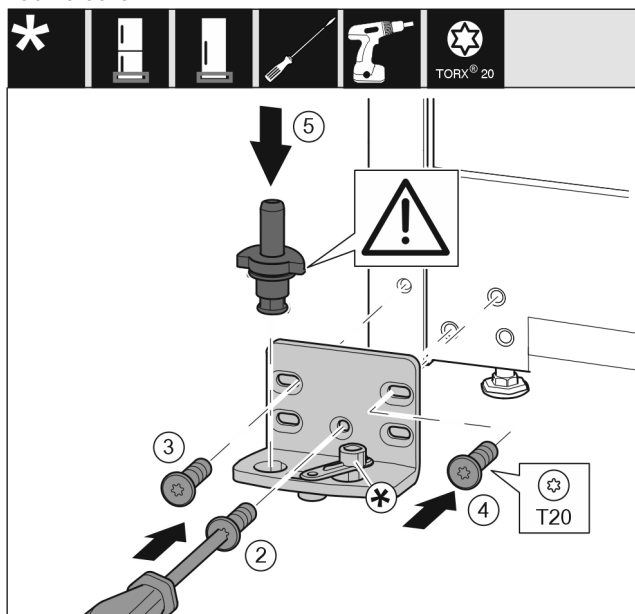

Fig. 17
- Placer le support de palier de l'autre côté et le visser avec un tournevis. Commencer par la vis Fig. 17 (2) en bas au milieu.
- Serrer la vis Fig. 17 (3) et la vis Fig. 17 (4).
- Insérer complètement l'axe de palier Fig. 17 (5). Veiller à ce que l'ergot soit orienté vers l'arrière.